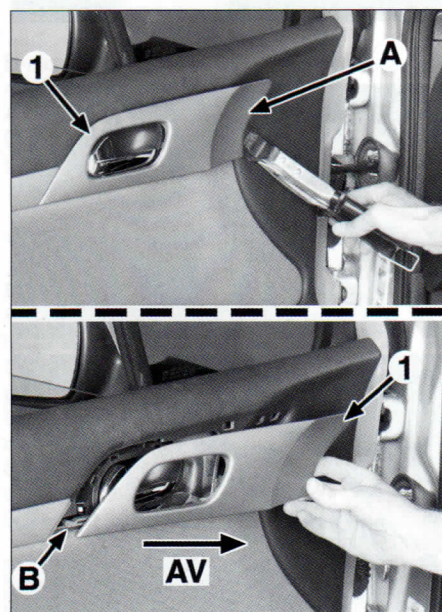

FIG. 22
Con una espátula encajada en el punto (A), desengrapar el embellecedor (1) de mando de apertura interior (fig. 22).